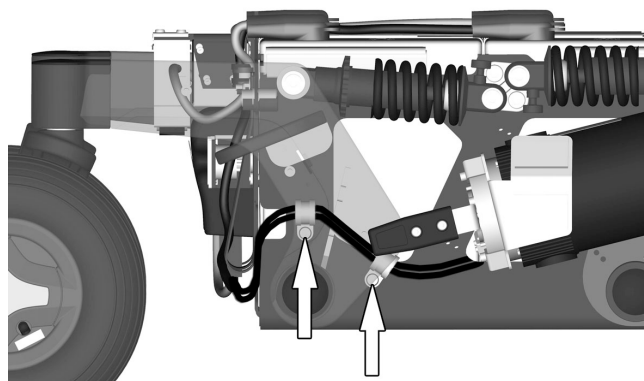

Abbildung 54. Die Kabel von Antriebsmotor und Magnetbremse sind mit zwei Leitungshaltern montiert.
2. Die Kabel mittels Leitungshaltern am Fahrgestell montieren. Siehe Abbildung. 54.